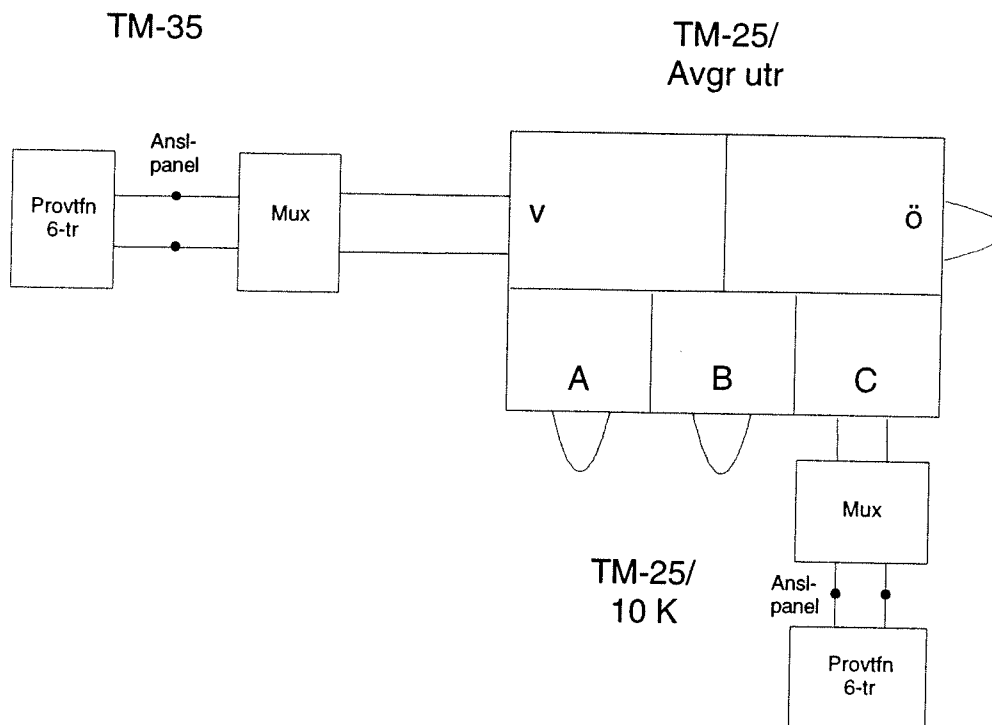

Bild 2. Mätuppkoppling TM-25/10 K och TM-25/Avgr utr.
- Anslut en Provtelefon (6-tr) till kanal 21 på anslutningspanelen på TM-35 och en Provtelefon (6-tr) till kanal 1 på anslutningspanelen på TM-25/10 K enligt mätuppkoppling på bild 2 nedan. Kontrollera att tal hörs i motstående provtelefon samt att anrop erhålls då S-knappen trycks in. Fortsätt med kanal 21-30 på TM-35 och kanal 2-10 på TM-25/10 K.